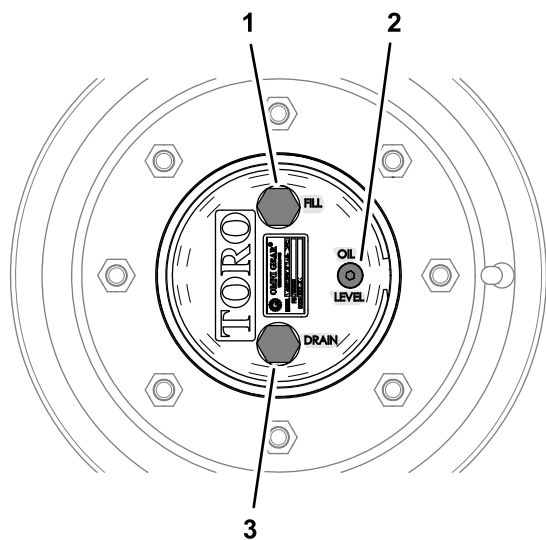

Рисунок 83
1. Установите машину на ровной горизонтальной поверхности, поверните колеса в такое положение, чтобы пробка заливочного отверстия оказалась в крайнем верхнем положении («на 12 часов»), а пробка сливного отверстия — в крайнем нижнем положении («на 6 часов») (Рисунок 83).
часов»), а пробка сливного отверстия — в крайнем нижнем положении («на 6 часов»); см. Рисунок 83 в разделе Проверка масла в планетарной передаче \(страница 75\).